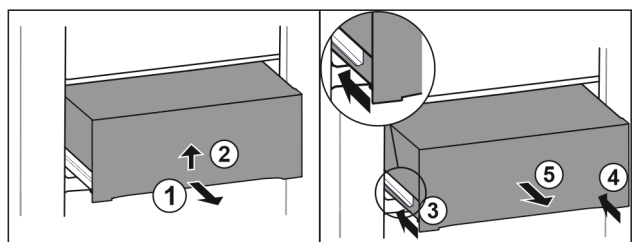

Fig. 53
- ▶ Витягніть ящик на половину. Fig. 53 (1)
- ▶ Підняти висувний ящик за нижній бік. Fig. 53 (2)
- ▶ Вставити ліву рейку. Fig. 53 (3)
- ▶ Вставити праву рейку. Fig. 53 (4)
- ▶ Вийняти висувний ящик рухом вперед. Fig. 53 (5)